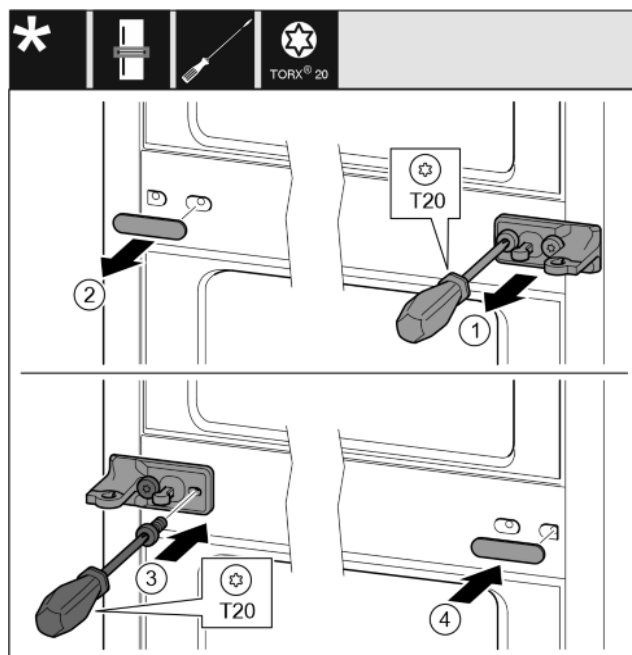

Fig. 26
- ▶ Estrarre la rondella. Fig. 26 (1)
- ▶ Svitare le viti con il cacciavite T20. Fig. 26 (2)
- ▶ Rimuovere con cautela la copertura. Fig. 26 (3)
- ▶ Ruotare il blocco di supporto con lamina di 180° e avvitarlo saldamente sull'altro lato. Fig. 26 (4)
- ▶ Applicare la copertura ruotata di 180° sull'altro lato. Fig. 26 (5)
- ▶ Spingere la rondella dal lato anteriore. Fig. 26 (6)